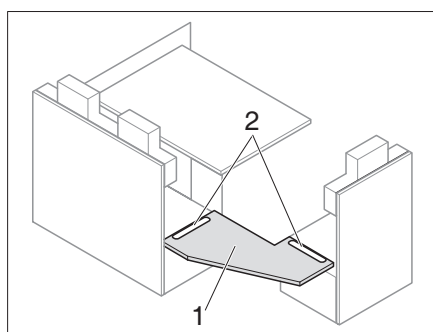
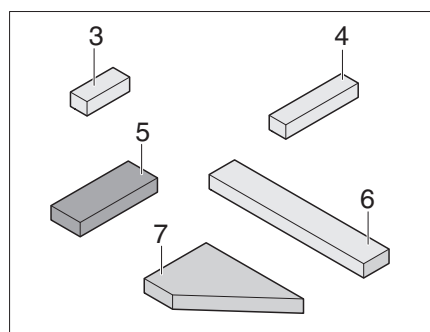
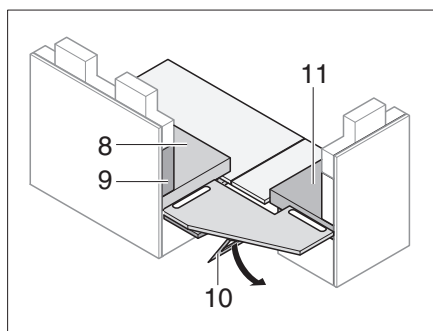
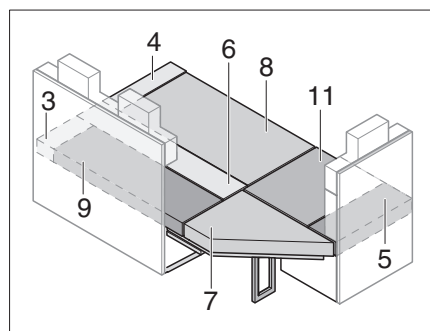

Fig. 177 Inserire il pannello di rinforzo
Fig. 178 Cuscino aggiuntivo
Fig. 179 Appoggio del pannello di rinforzo
Fig. 180 Dopo la trasformazione
- Applicare il pannello di rinforzo (Fig. 177,1) nelle scanalature (Fig. 177,2).
- Aprire il puntello (Fig. 179,10) sotto il pannello di rinforzo del divanetto (Fig. 177,1).
- Posizionare i cuscini del divano, dello schienale e aggiuntivi come illustrato in Fig. 180 (i numeri di posizione fanno riferimento a Fig. 178 e a Fig. 179).
- Aprire le prolunghe del divanetto (Fig. 177).